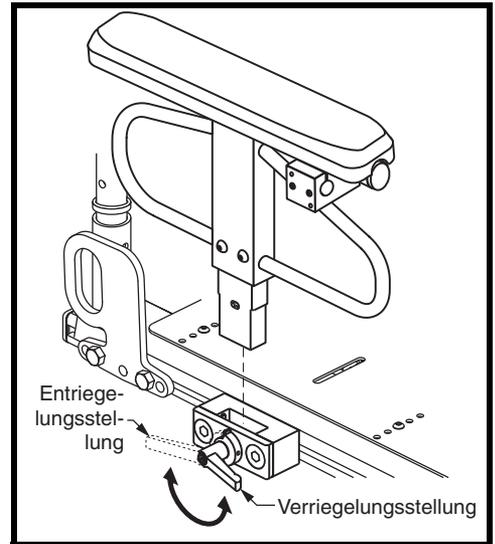

Abbildung 22. Anbringung/Entfernung der Hochleistungs-Drop-in-Armlehne
1. Legen Sie den Verriegelungshebel nach hinten um. **Siehe Abbildung 22.**
1. Setzen Sie die Armlehneneinheit in die Halterung ein. **Siehe Abbildung 22.**
1. Legen Sie den Verriegelungshebel der Armlehne nach hinten um und entfernen Sie die Armlehne aus der Halterung. **Siehe Abbildung 22.**